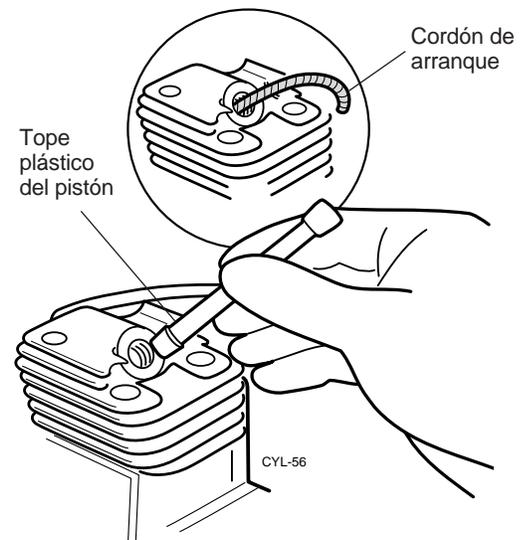

Figura 4.5 Bloqueo del cigüeñal.
Paso 1. Bloquee el cigüeñal del motor insertando un tope de plástico en el pitón o un tramo de cuerda de arranque en el agujero de la bujía (figura 4.5)